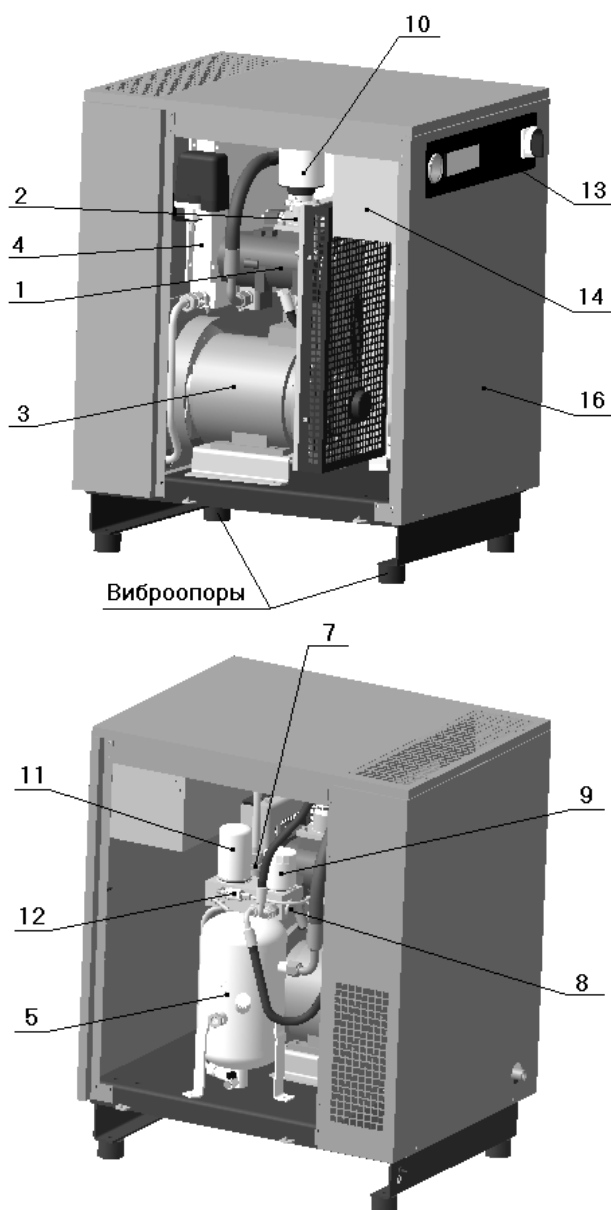
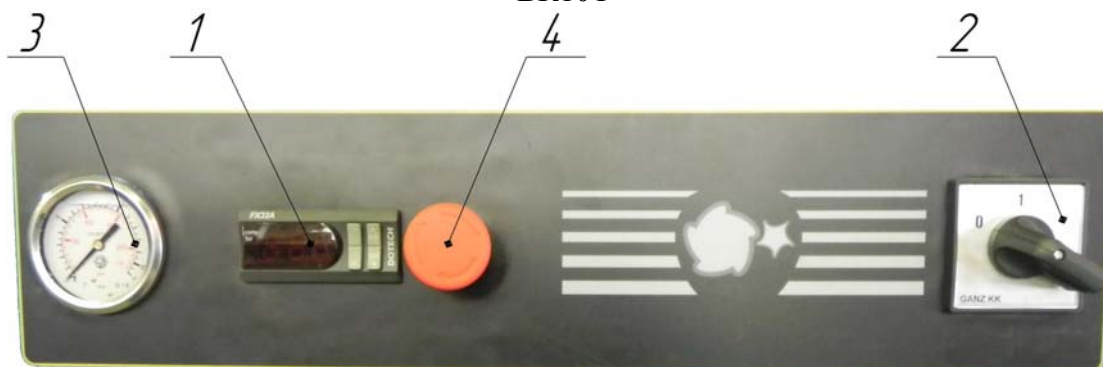
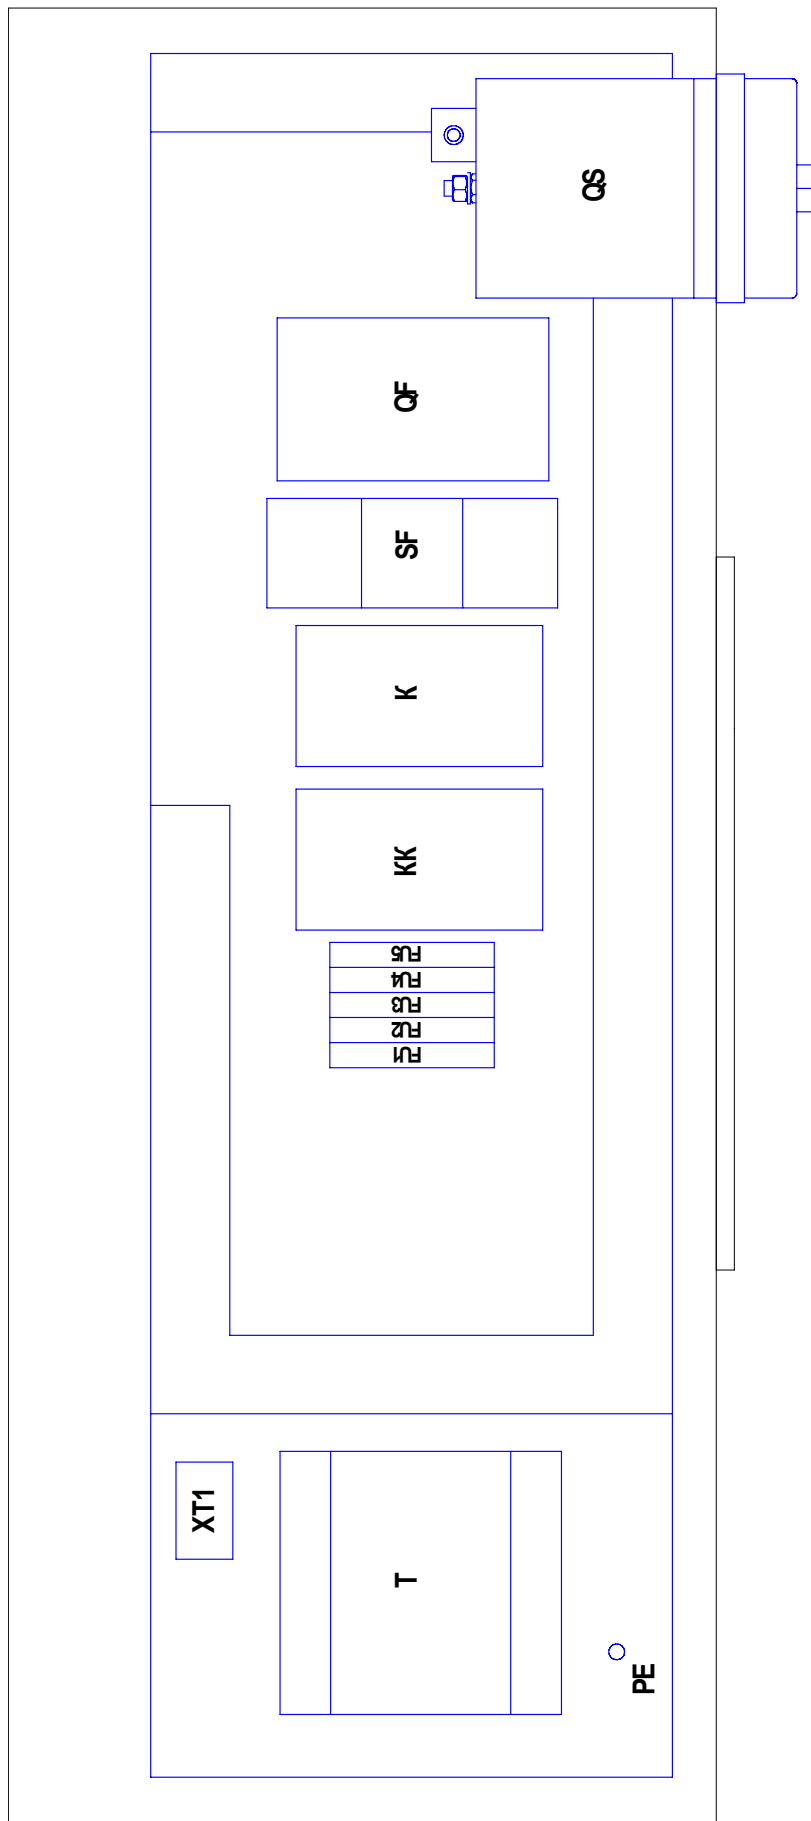

Рисунок 1 – Общий вид компрессорной установки ВК5Т-..., ВК7Т-..., ВК10Т-...
Рисунок 5
Рисунок 6 – Блок-схема платы монтажной BK5T, BK7T, BK10T
1 – Винтовой блок предназначен для выработки сжатого воздуха. Винтовые блоки, применяемые в компрессорных установках, приведены в таблице 4 (см. рисунок 1 или 2, или 3). В корпусе винтового блока расположены: винтовая группа, пропускные каналы для воздуха и масла, присоединительные фланцы.
2 – Клапан всасывающий (см. рисунок 1 или 2, или 3) воздушный выполняет функцию подачи воздуха в камеру сжатия и предотвращения выброса наружу сжатого воздуха и масла в момент останова установки при любом давлении подачи сжатого воздуха. Переключение клапана всасывающего в режим "ЗАГРУЗКА" или "ХОЛОСТОЙ ХОД" осуществляется при помощи клапана электромагнитного, который управляется программируемым контроллером от сигнала датчика давления.
3 – Электродвигатель (см. рисунок 1 или 2, или 3) предназначен для привода винтового блока.
4 – Воздушно-масляный радиатор (см. рисунок 1 или 2, или 3) двухсекционный, комбинированный, выполняет функции охлаждения масла и предварительного охлаждения воздуха на выходе из установки. Радиатор охлаждается проходящим через него потоком воздуха, который нагнетается вентилятором, установленным на втором конце вала электродвигателя привода установки.
5 – Маслосборник (см. рисунок 1 или 2, или 3) выполняет следующие функции:
7 – Клапан минимального давления (см. рисунок 1 или 2, или 3), установленный на линии нагнетания, предназначен для поддержания минимального давления в пределах 0,2...0,4 МПа внутри установки до тех пор, пока давление в распределительной сети не уравнивается с давлением внутри
8 – Термостат (см. рисунок 1 или 2, или 3) состоит из запорного плунжера и термочувствительного глицеринового элемента, изменяющего направление потока масла в зависимости от температуры и смонтирован в корпусе, на котором также установлен фильтр масляный.
9 – Фильтр масляный (см. рисунок 1 или 2, или 3) неразборный изготовлен в металлическом корпусе. Он расположен в контуре смазки и предотвращает попадание твердых частиц на рабочие поверхности винтов и подшипников. Его замена необходима после выработки часов, указанных в разделе "ТО", а частота замены напрямую зависит от технического обслуживания воздушного фильтра и от качества масла.
10 – Фильтр воздушный (см. рисунок 1 или 2, или 3) впускной открытого типа. Функция воздушного фильтра - предотвращение попадания загрязняющих частиц в зону винтовой группы и систему смазки. Некачественное обслуживание воздушного фильтра приводит к уменьшению срока службы блока винтового.
11 – Фильтр-маслоотделитель (сепаратор) (см. рисунок 1 или 2, или 3) завершает операцию отделения масла от сжатого воздуха и обеспечивает остаточное содержание масла в сжатом воздухе не более 3 мг/м³. Пропускная способность фильтра-маслоотделителя зависит от качества масла и его рабочей температуры.
12 – Визуализатор возврата масла (см. рисунок 1 или 2, или 3) предназначен для визуальной оценки количества масла на возврате из фильтра-маслоотделителя. Масло, отделенное фильтром-маслоотделителем, возвращается в систему смазки установки. Функцией визуализатора является управление расходом возвратных потоков воздуха и масла. Визуализатор позволяет проверить эффективность работы фильтра-маслоотделителя и системы сепарации.
13 – Панель управления (см. рисунок 1 или 2, или 3). На лицевую сторону панели управления вынесены следующие органы управления (рисунок 5):
14 – Шкаф с электроаппаратурой (см. рисунок 1 или 2, или 3) представляет собой короб закрытого типа с установленной платой, на которой смонтирована пускорегулирующая аппаратура и устройства защиты (блок-схема см. рисунок 6), доступ к которым осуществляется путем демонтажа верхней панели корпуса и крышки шкафа.
16 – Корпус шумозащищенного исполнения (см. рисунок 1 или 2, или 3) служит для снижения уровня шума в рабочей зоне установки.
- 4) Плавкие предохранители - (см. рисунок 6) защита цепей управления и сигнализации;